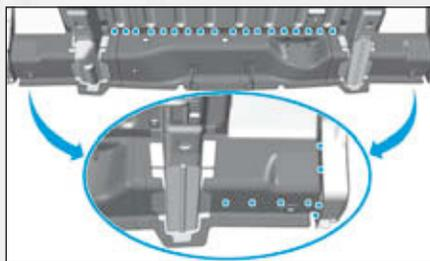

FIG.209
- par points électriques (Fig.209).